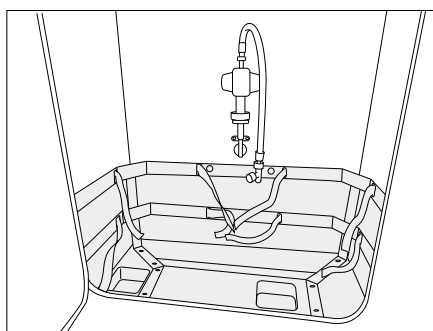
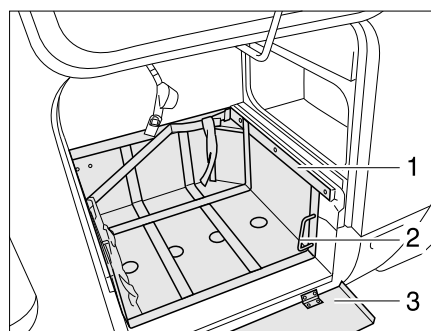

Fig. 243 Compartiment à gaz
Fig. 244 Compartiment à gaz, avec coulisseau extractible
- Si une tôle de protection (Fig. 244,3) est présente, la rabattre vers le bas.
- Déverrouiller le coulisseau (Fig. 244,1) au moyen de la poignée (Fig. 244,2).
- Retirer à fond le coulisseau (Fig. 244,3).
- Faire revenir la poignée (Fig. 244,2) dans sa position initiale.
- Déverrouiller le coulisseau (Fig. 244,3) au moyen de la poignée (Fig. 244,2).
- Enfoncer à fond le coulisseau (Fig. 244,3) et faire revenir la poignée (Fig. 243,2) dans sa position initiale.
- Si une tôle de protection (Fig. 244,1) est présente, la rabattre vers le haut.